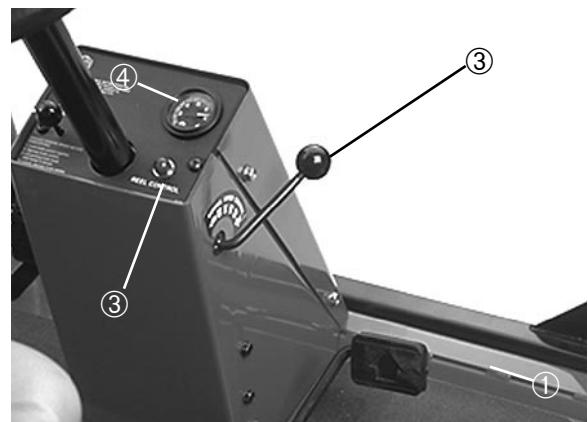

Fig. 9
**Pedale di trazione** (Fig. 9)—Controlla la marcia avanti e la retromarcia. Premere la parte superiore del pedale per la marcia avanti e la parte inferiore per la retromarcia. La velocità è proporzionale alla pressione esercitata sul pedale. La velocità massima senza carico si ottiene premendo a fondo il pedale con la leva del gas in posizione FAST (marcia).
**Limitatore della velocità di trazione** (Fig. 9)—Preregolare questa leva per limitare la distanza di pressione del pedale di trazione per marcia avanti, al fine di mantenere una costante velocità di tosatura.
**Spira di controllo dei cilindri** (Fig. 9)—La spia accesa indica che il modo in cui la macchina viene azionata non permette al comando automatico della velocità dei cilindri di ottenere il taglio desiderato.
**Tachimetro** (Fig. 9)—Indica la velocità della macchina.